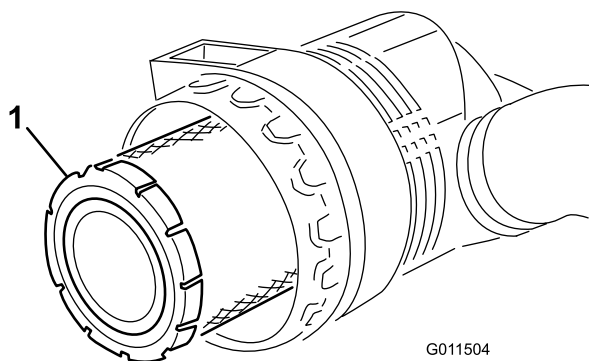

図 47
3. 主フィルタを外す 図 47。エレメントを洗って再使用しないこと。洗浄によってフィルタの濾紙を破損させる恐れがある。新しいフィルタに傷がついていないかを点検する。特に
4. 主フィルタを交換する 図 47。